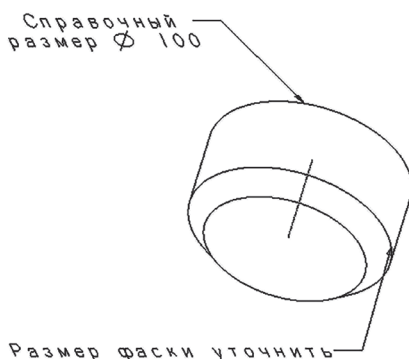

Рис. 4.10. Управляющие размеры, представляемые в виде аннотаций
8. Создать управляющий размер элемента аннотации — представление на модели управляющего (-их) размера (-ов) в виде 3D-аннотаций. На рис. 4.10 показаны управляющие размеры фаски и диаметра цилиндра, представленные в виде 3D-аннотаций.